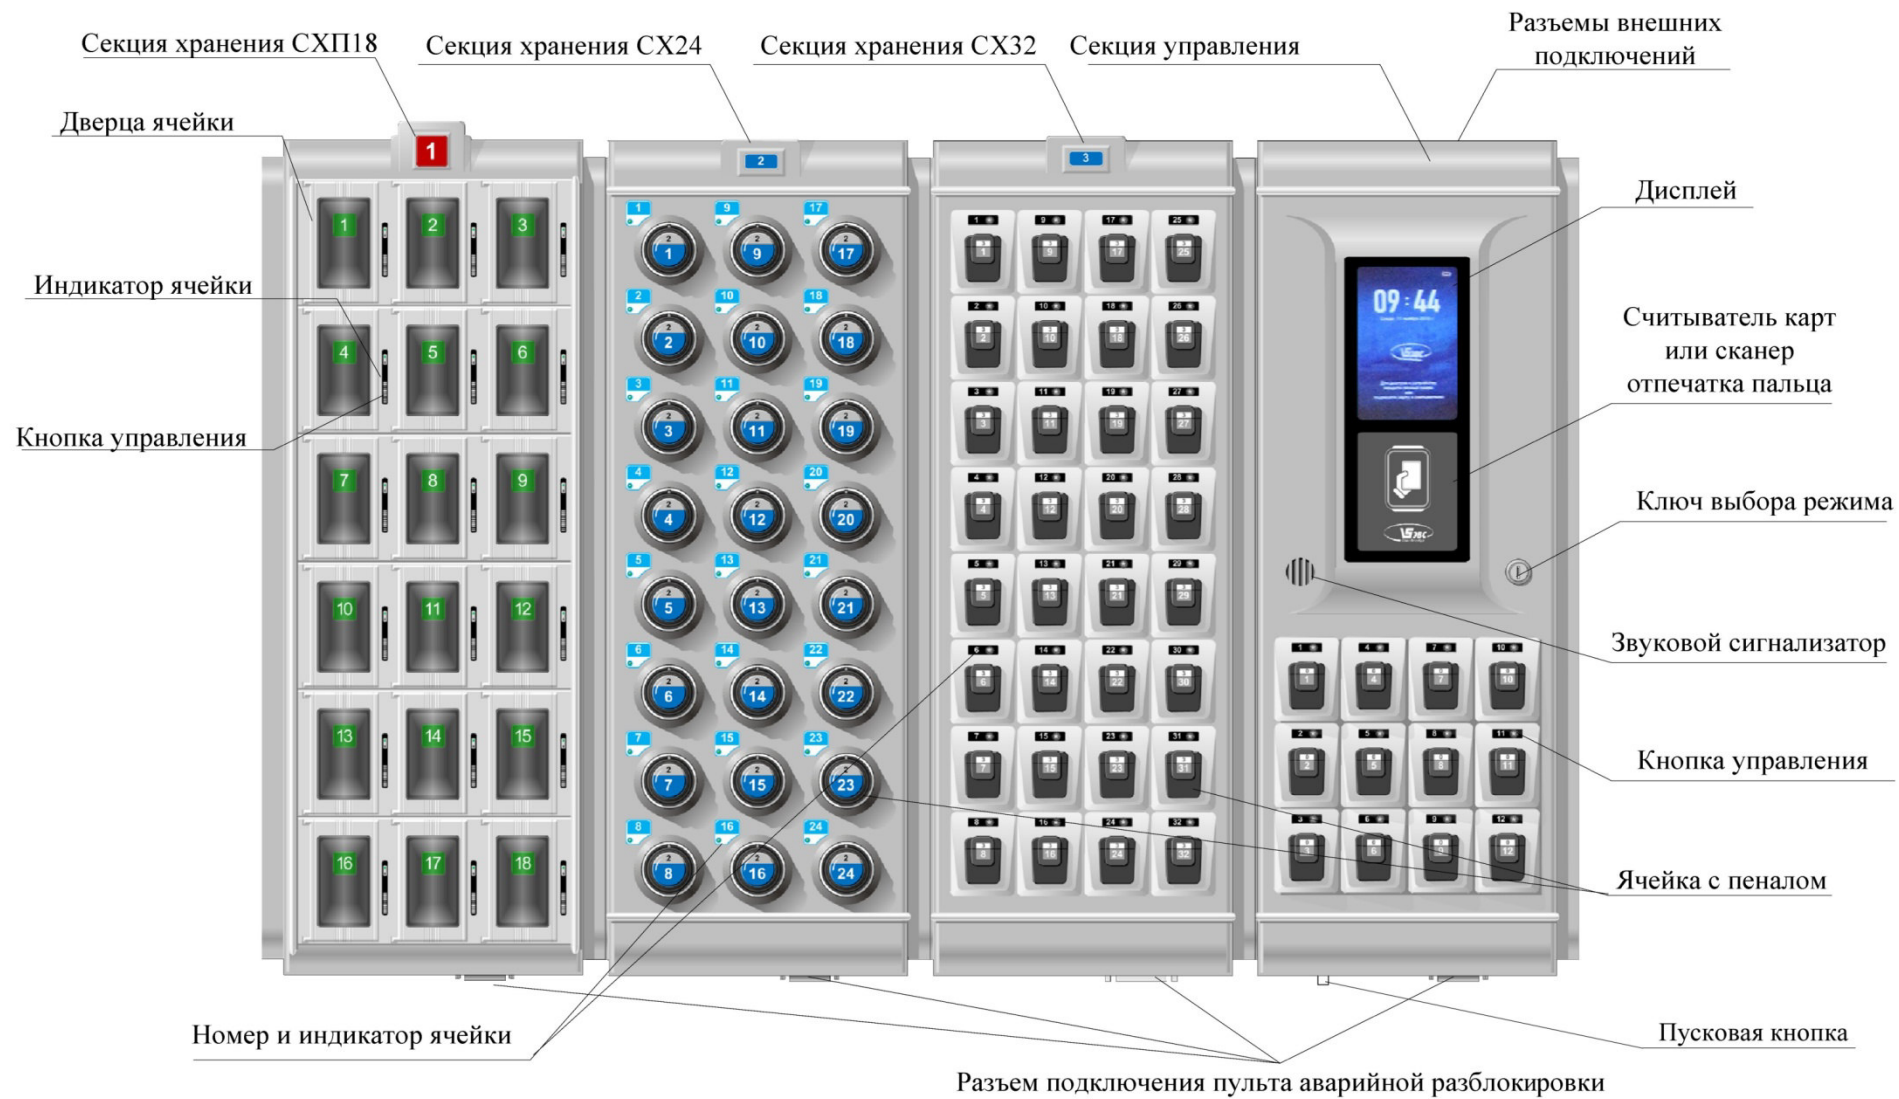
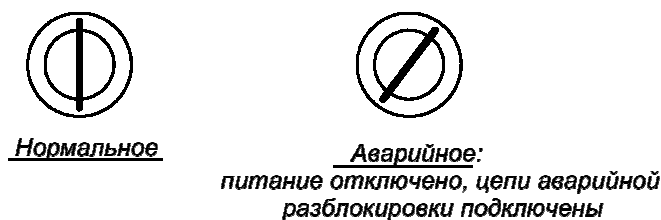

Рис. 1 Составные части и органы управления изделия
Рис. 2 Положение ключа выбора режима
Составные части и органы управления изделия показаны на Рис. 1
5.5. **ВНИМАНИЕ!** В случае появления дыма или постороннего запаха, немедленно отключите изделие от электросети и отключите встроенный резервный источник питания, переведя ключ выбора режима в наклонное положение (см. рисунок 2).
6.3. Убедиться в том, что щель замка выбора режима находится в наклонном положении (Рис. 2). В противном случае вставить ключ выбора режима, входящий в комплект поставки, в замок и повернуть ключ в наклонное положение. При этом встроенный аккумулятор резервного питания отключится.
6.8. Подключить резервный источник питания, переведя ключ выбора режима в вертикальное положение, соответствующее штатной работе изделия (см. Рис. 2). ВНИМАНИЕ! Если изделие не подключено к электросети, то для включения от встроенного аккумулятора резервного питания необходимо также нажать пусковую кнопку (см. Рис. 1). Работа изделия без подключенного аккумулятора резервного питания может быть неустойчивой при колебаниях в электросети.